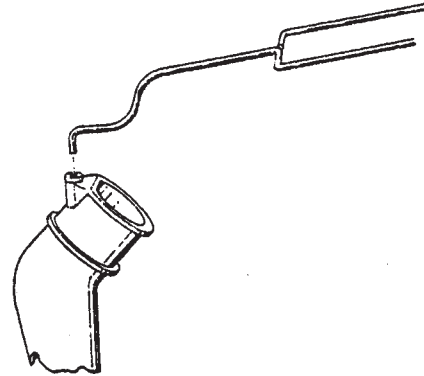

Figure 1
2. Installer le support du sac à poussière sur le support de l'évacuation (Figure 1). Placer l'ouverture du sac à poussière au-dessus du support du sac et du support de l'évacuation ; sangler et attacher fermement au support de l'évacuation.